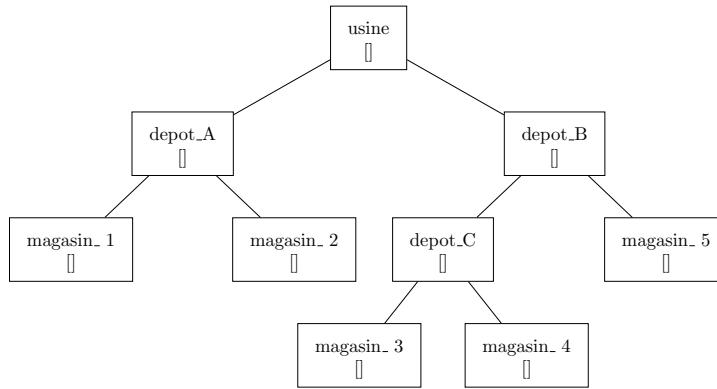

Figure 2: Arbre de départ: les files des commandes sont vides.
15. Modifier l'opération de conversion **ArbreTab** vers **ArbreBinaire** afin de prendre en compte ces files et les initialiser (voir Figure 2).